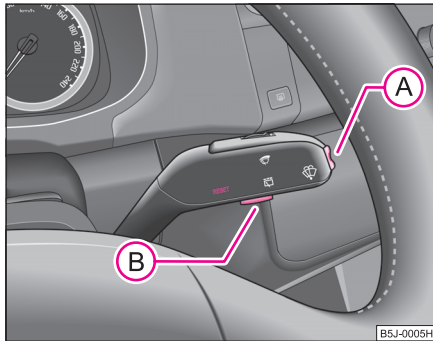

Abb. 6 Multifunktionsanzeige: Bedienelemente
Das Umschalten der Speicher erfolgt mit der Taste **(B)** ⇒ Seite 19, Abb. 6.
Die Wipptaste (A) und die Taste (B) befinden sich im Griff des Scheibenwischerhebels ⇒ Abb. 6.
Wenn Sie den durchschnittlichen Kraftstoffverbrauch für einen bestimmten Zeitraum ermitteln wollen, müssen Sie den Speicher bei neuem Messbeginn mit der Taste **(B)** ⇒ Seite 19, Abb. 6 löschen. Nach dem Löschen erscheinen im Display auf den ersten 300 m Fahrstrecke Striche.
Im Display erscheint die Fahrzeit, die seit dem letzten Löschen des Speichers ⇒ Seite 18 vergangen ist. Wenn Sie die Fahrzeit ab einem bestimmten Zeitpunkt zählen möchten, so löschen Sie den Speicher zu diesem Zeitpunkt durch Drücken der Taste **(B)** ⇒ Seite 19, Abb. 6.
Fahrstrecke ab einem bestimmten Zeitpunkt zählen möchten, so löschen Sie den Speicher zu diesem Zeitpunkt durch Drücken der Taste **(B)** ⇒ Seite 19, Abb. 6.
Im Display wird die durchschnittliche Geschwindigkeit in km/h seit dem letzten Löschen des Speichers angezeigt ⇒ Seite 18. Wenn Sie die durchschnittliche Geschwindigkeit für einen bestimmten Zeitraum ermitteln wollen, müssen Sie den Speicher bei neuem Messbeginn mit der Taste **(B)** ⇒ Seite 19, Abb. 6 löschen.